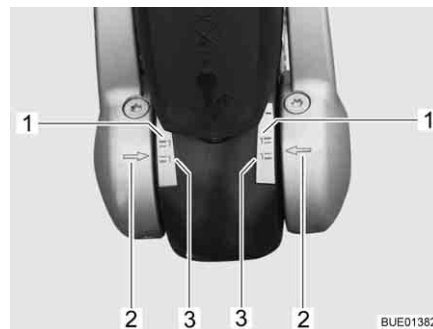

Fig. 168 Indicatore guarnizioni di attrito a sinistra e a destra
- Se le frecce sulla flangia di fissaggio disco (Fig. 168,2) si trovano sotto o sulla superficie di marcatura verde (Fig. 168,3), le guarnizioni di attrito sono considerate ancora nuove.
- Se le frecce sulla flangia di fissaggio disco si trovano all'interno delle superfici di marcatura (Fig. 168,1 e 3), le guarnizioni di attrito sono leggermente consumate.
- Se le frecce sulla flangia di fissaggio disco si trovano al di sopra della superficie di marcatura rossa (Fig. 168,1), le guarnizioni di attrito sono consumate. Far sostituire le guarnizioni di attrito.